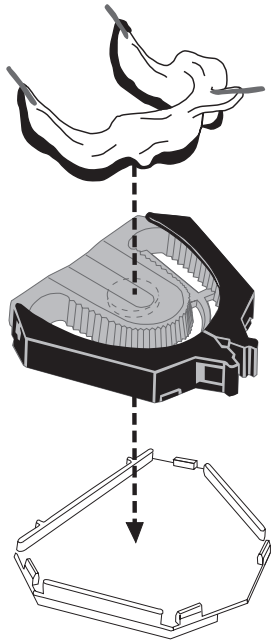

Fig. 1
5. Alinear las 3 marcas de referencia de la cubeta de impresión con las marcas de referencia en la línea media y posteriores (fig. 1).